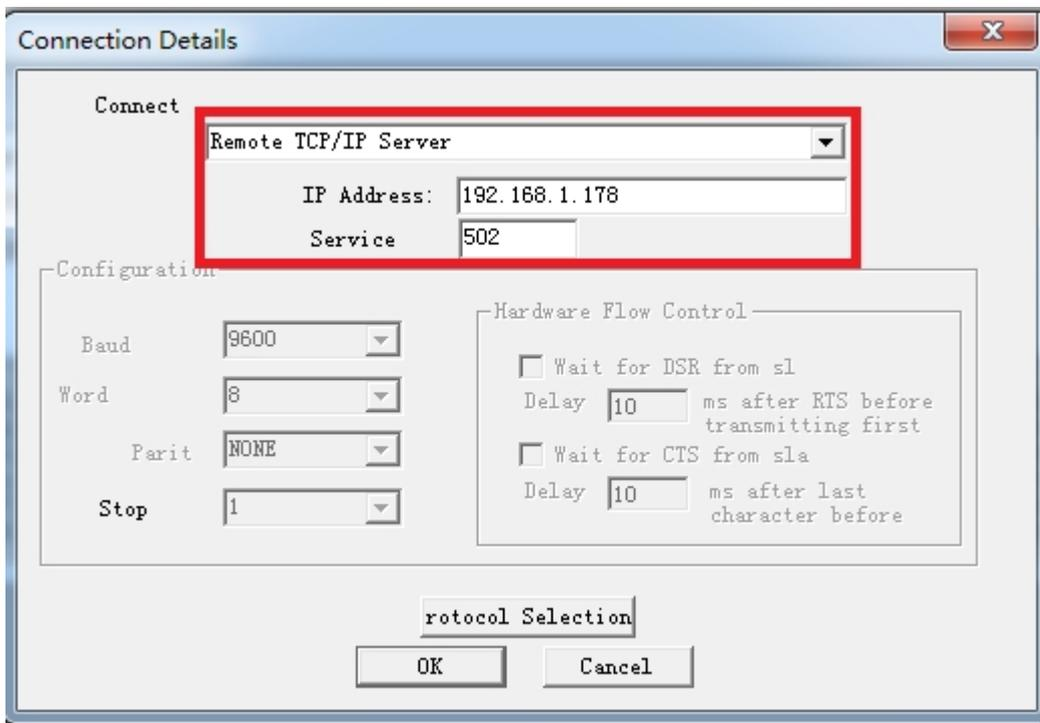

图 1
2. 选择菜单 Connection/Connect，选择 Remote TCP/IP Server，输入 TK 6000-XJ 的 IP 地址，Service 端口为 502；点击[OK]按钮，如图 1 所示。